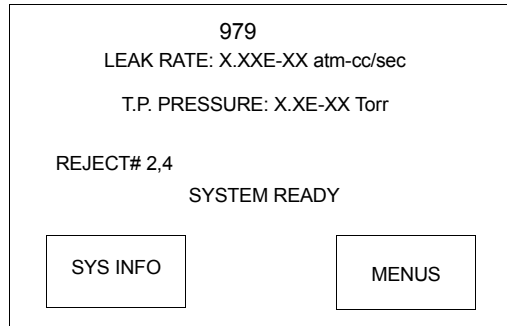

图 3-10 979 触摸面板主屏幕
1. 确认检漏仪在主屏幕上的 **SYSTEM READY**（系统就绪）状态（图 3-10），并且测试端口盖已经在合适的位置。
1. 确认检漏仪在 **SYSTEM READY**（系统就绪）状态（第 3-10 页图 3-10），并且测试端口盖已经在合适的位置。